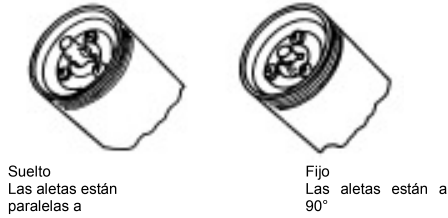

Fig 4
Importante - el seguidor deberá estar "fijo" en la varilla (véase Fig 4)
b) Burbuja de aire – Grasa muy viscosa o fría.	2) "Fijar" el seguidor a la varilla (fig 4.) y empujar el seguidor dentro del cartucho.
c) Asiento de bola sucio o dañada en el cabezal de descarga (10)	1) Sacar la valvula de retencion (10)
d) Asiento de bola sucio o dañada en la válvula de retención (6).	1) Retirar el cabezal de descarga (6). 2) Desarmar, limpiar e inspeccionar todos sus componentes. Reemplazar según sea necesario.
e) Empaquetadura en 'O' del pistón gastada o dañada (12).	Sacar la manija (20), Sacar el pistón (13), Reemplazar la empaquetadura en 'O' (12).